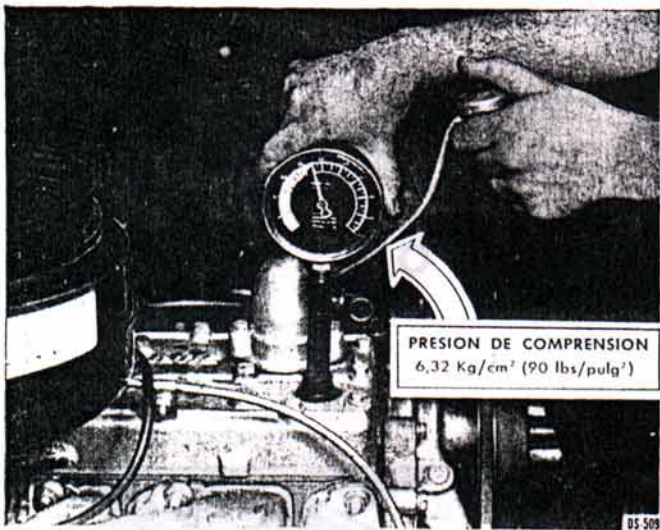

Fig. 16. — Verificando la compresión del motor.
- 4) Coloque el compresómetro en el orificio de la bujía N° 1 (Fig. 16).